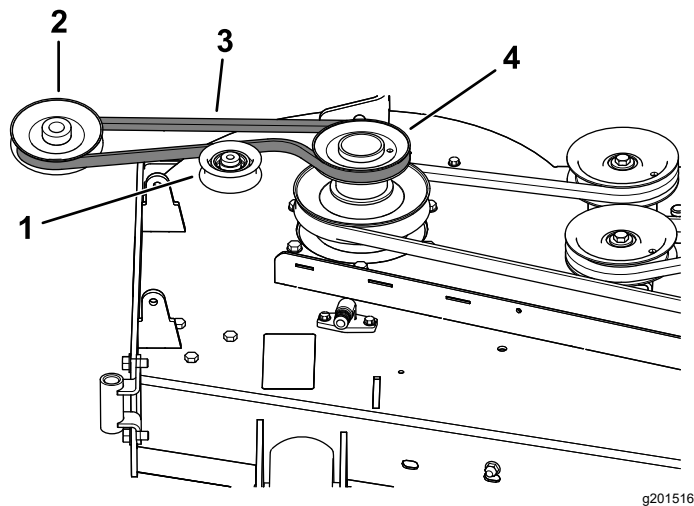
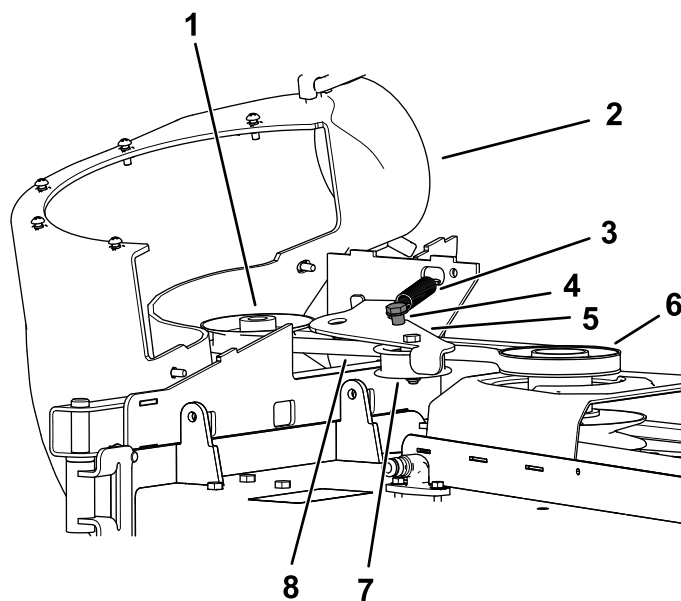

Figura 25
Figura 26
1. Se necessario, montate la cinghia sulla puleggia del soffiatore (Figura 25).
1. Montate la cinghia attorno alla puleggia del soffiatore (Figura 25 e Figura 26); fate riferimento a 11 Montaggio del gruppo soffiatore (pagina 17).
3. Tirate la puleggia tendicinghia caricata a molla lontano dal supporto per molla fisso e avvolgete la cinghia attorno alla puleggia del piatto di taglio (Figura 26).
4. Fate passare la cinghia intorno alla puleggia motrice, come illustrato in Figura 25 e Figura 26.